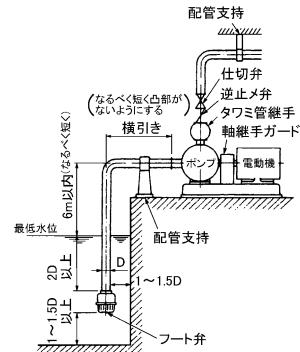

図1
- (1) このポンプは屋内設置用です。屋外で使用される場合は風雨などを避ける屋根などを設けることをお奨めします。
- (2) ポンプの据付位置は保守、点検に便利な場所をお選びください。
- (3) 関係者以外の人がポンプに近づけぬよう、囲いを設けるなどの対策を施してください。
- (4) ポンプはできるだけ水源に近く、吸込高さ（吸込液面からポンプ中心までの高さ）が低く、かつ、吸込配管の長さが短くなる所に据付けてください。図1を参照してください。